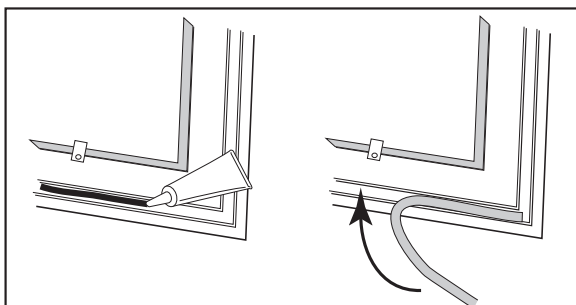

図 26 溝にシリコンシーラントを置き、その上からガスケットを押し込みます。
5. 掃除した溝の中に、直径 3mm ほどのシリコンシーラントを置いていきます。(図 26)
6. 一方の端から始めて、ガスケットを溝に押し込んで行きます (図 26)。ガスケットを一巡させて、余分を切り落とすときは、端同士が必ず接触するようにしてください。ガスケットの端が重なったり、端がほぐれたままにしないでください。